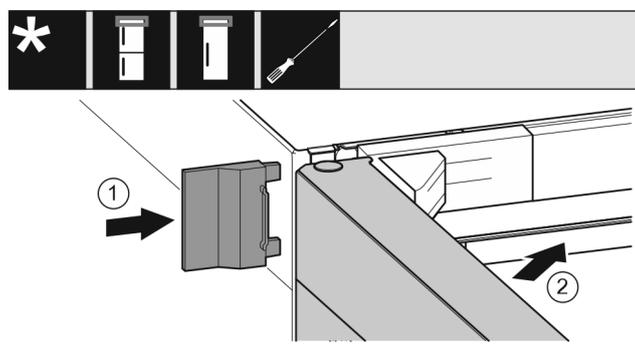

Fig. 21
- ▶ Desplace la cubierta exterior. Fig. 21 (1)
- ▶ Cierre la puerta superior. Fig. 21 (2)